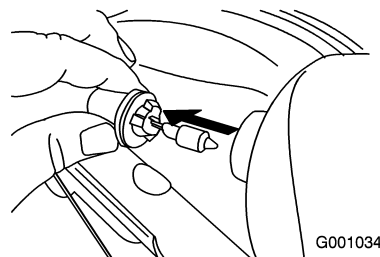

Figure 60
3. Retirez l'ampoule par l'arrière du phare (Figure 60).